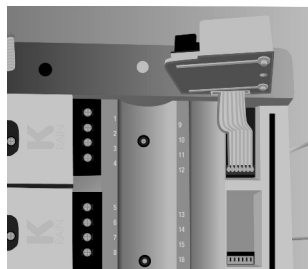

Fig. 2
2. Schieben Sie das Modul hinter die mit Stationsnummern versehene Anschlussleiste (Fig. 2).